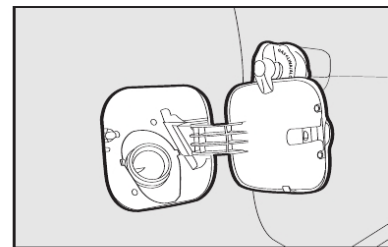

fig. 107
- após a retirada da tampa, encaixe-a no suporte existente na portinhola **fig. 107**.